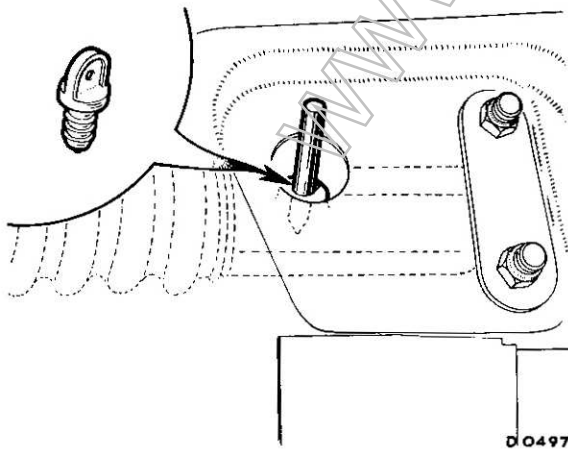

Fig. J.1
- (23) Modelli Mk. II - Togliere il tappo di nailon dal foro di centraggio della cremagliera ed introdurre in esso una spina di 6 mm di diametro e di 50 mm di lunghezza. Muovere la cremagliera sinchè la spina vada ad impegnarsi nell'incavo ricavato in essa e lasciarla in questa posizione (Ved. Fig. J.1).